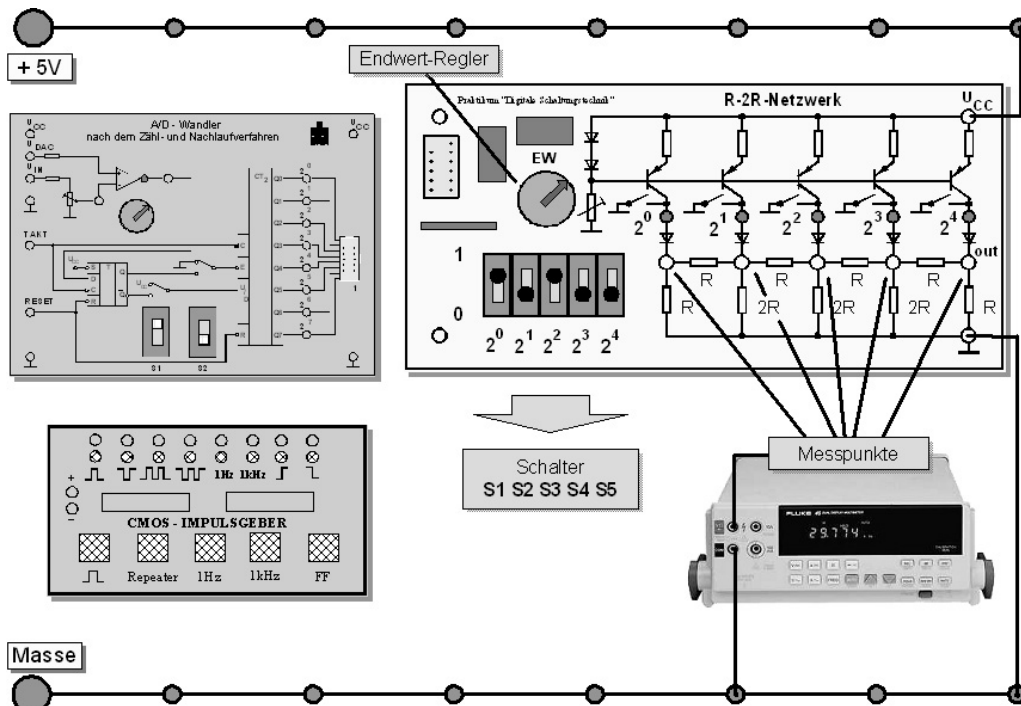

Bild 2: Versuchsaufbau zur statischen Untersuchung des R-2R-Netzwerkes
- 3.1.1 Stecken Sie das R-2R Netzwerk, den CMOS-Impulsgeber und das A/D-Wandler - Modul gemäß Bild 2 auf die Grundplatte des Elektronik Experimenters und schließen Sie die Betriebsspannung (**+5V**) an.